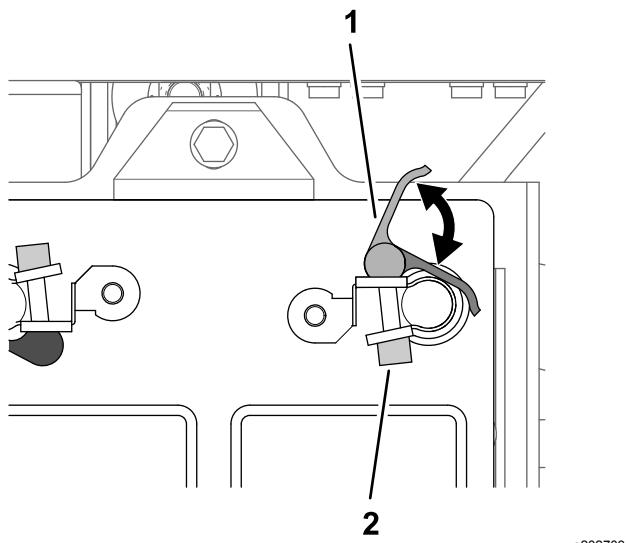

Figura 208
- Abra o manípulo do trinco do grampo de ligação rápida com o manípulo preto (Figura 208).
- Feche a pega do trinco do grampo de ligação rápida (Figura 208).